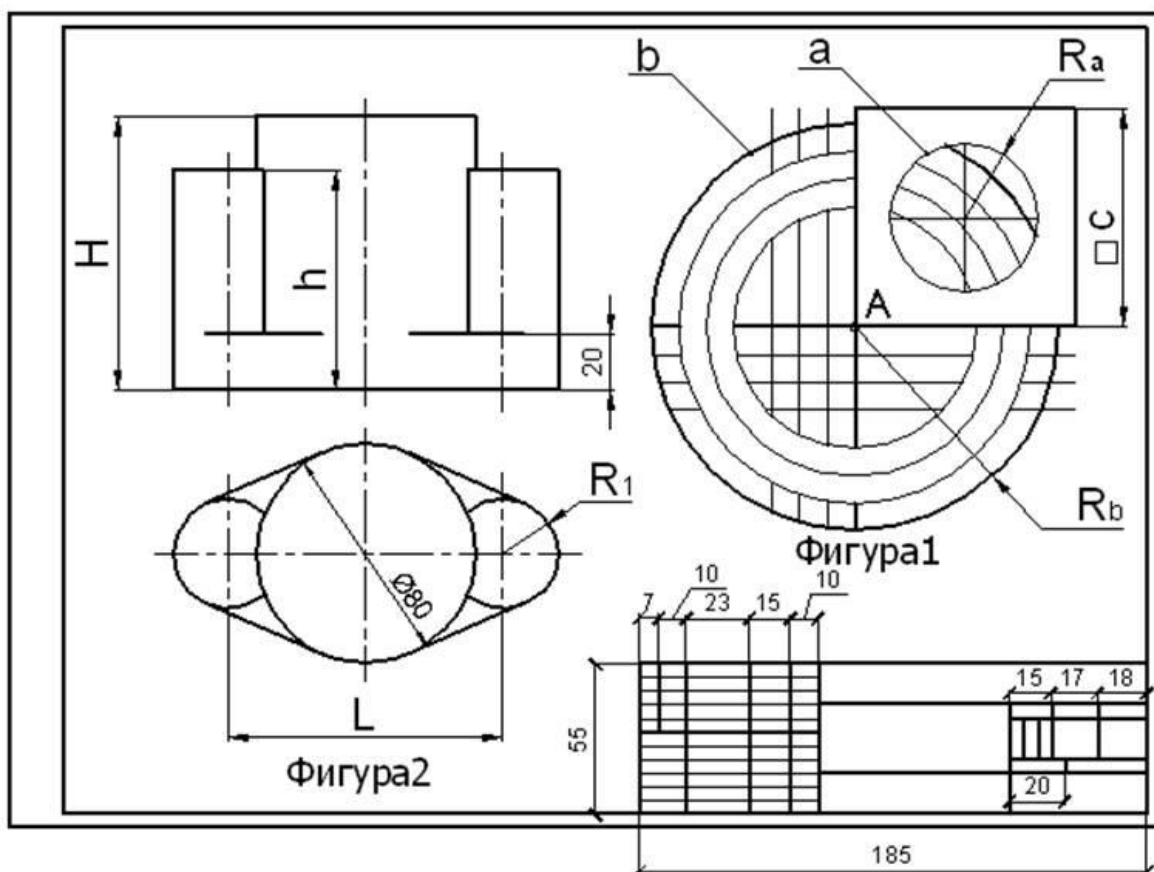

Рисунок 3.33 – Исходные данные
2. Постройте квадрат со стороной C и вершиной в точке A . Координаты точки $A(300,170)$. Длина стороны квадрата C указана в табл. 3.2 по вариантам. Расположение квадрата показано на рис. 3.33.
Постройте окружность a радиусом R_a (рис. 3.33 и 3.35). Центр окружности укажите в пересечении двух срединных линий квадрата.
11. Начертите **Фигуру 2** (рис. 3.33). Размеры по вариантам приведены в таблице 3.2.